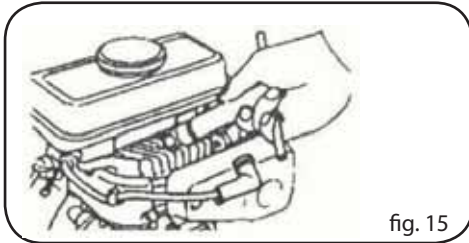

fig. 15
- Rimuovere la candela mediante l'apposita chiave (Fig. 15).